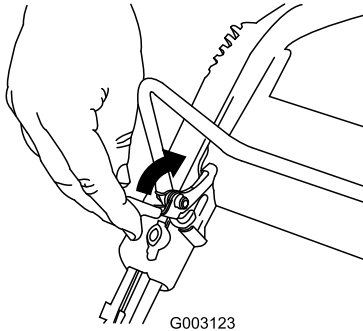

Figure 29
1. Tirez le verrou de la barre de commande en arrière (Figure 29).